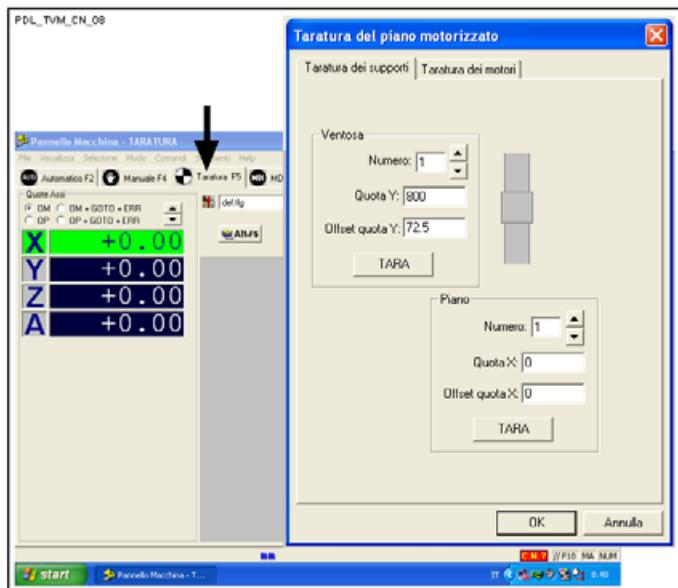

Fig. 13
- dal Pannello Macchina di Xilog Plus con il tasto F5 attivare la videata "Taratura del piano motorizzato" (Fig. 13)